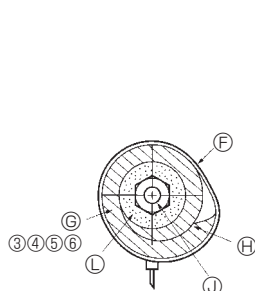
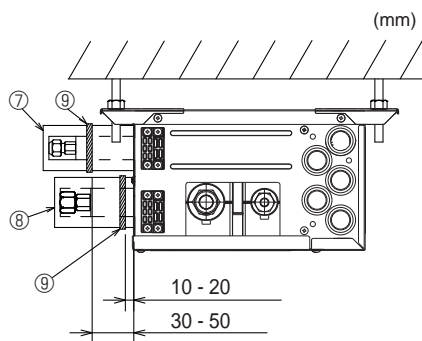

Fig. 7-3
Fig. 7-4
- (1) Fjern de koniske møtrikker og dækslerne fra forgreningsdåsen.
- (2) Udvid enderne på væske- og gasrørene, og påfør kølemiddelolie (anskaffes lokalt) på det koniske sæde. Må ikke anvendes olie til gevindafsnittet.
- (3) Forbind kølemiddelrørene med det samme. Sørg altid for at stramme de koniske møtrikker med det moment, der er angivet i tabellen nedenfor, ved hjælp af en momentnøgle og en skruenøgle.
- (4) Tryk røraftækkingerne 3 og 5 på væskerørene ind mod enheden, og hold dem på plads med bevikling. (Fig. 7-3)
- (5) Tryk røraftækkingerne 4 og 6 på gasrørene ind mod enheden, og hold dem på plads med bevikling. (Fig. 7-3)
- (6) Påsæt de medfølgende remme ⑨ i en afstand af 10-20 mm fra hver ende af røraftækkingerne (③ ④ ⑤ ⑥).
- (7) Hvis indendørsenheden ikke er forbundet, skal de medfølgende røraftækkinger (med dæksler, ⑦ og ⑧) tilsluttes forgreningsdåsens kølemiddelrørforbindelser for at undgå, at der drypper kondensvand fra rørene. (Fig. 7-4)
- (8) Fastspænd røraftækkingerne (⑦ ⑧) med de medfølgende remme ⑨.
- Ⓢ Rem ⑨
- Ⓢ Rørfafdækninger ③ ④ ⑤ ⑥
► Brug følgende fremgangsmåder til de dele af forgreningsdåsen, som ikke er forbundet til en indendørsenhed. (Fig. 7-4)
- (1) Kontrollér, at de koniske møtrikker er strammet i overensstemmelse med de i Tabel 3 angivne tilspændingsmomenter, så kølemiddellækager forhindres.
- (2) Montér rørfafdækning ⑦ ⑧, og fastgør dem med de medfølgende remme ⑨, så kondensdannelse forhindres.